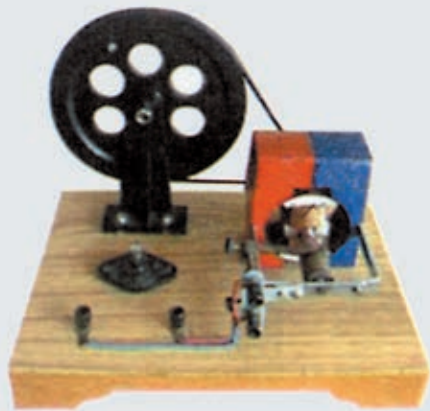

图 2-16 交流发电机模型
1. 图 2-16 所示的是交流发电机模型,采取哪些措施可以使得产生的电动势增大?